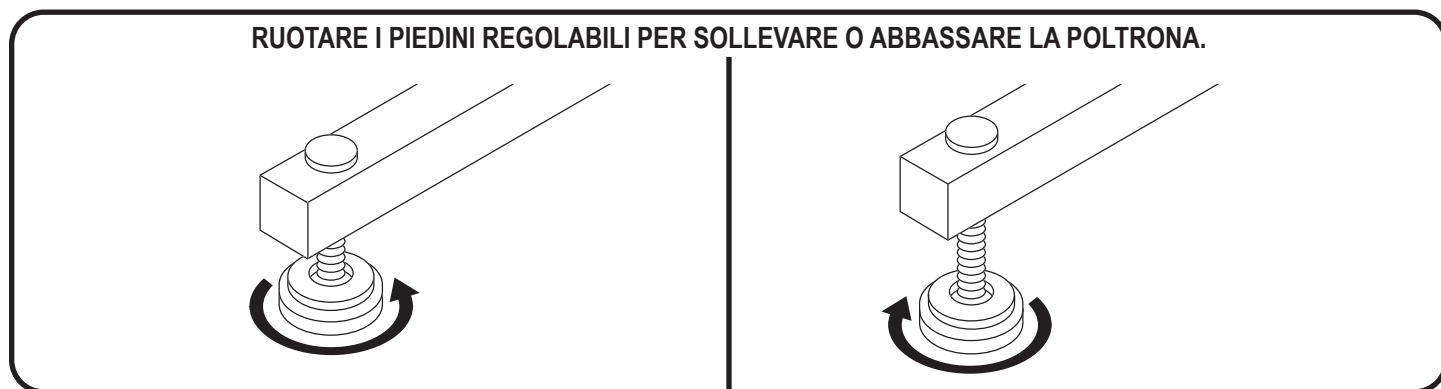

Figure 3.2 Piedini regolabili
Piedini regolabili: Ruotare manualmente verso l'alto o verso il basso per stabilizzare la poltrona prima dell'uso (**Fig. 3.2**).
2. Ruotare i piedini regolabili per stabilizzare la sollevatore poltrona (**Fig. 3.2**).